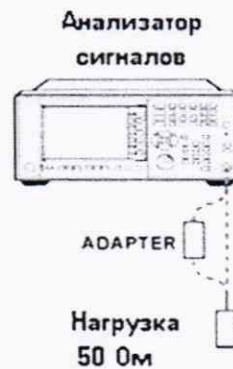

Рисунок 10
7.3.7.1 Мощность собственных шумов определить измерением уровня с усреднением показаний отсчетных устройств анализатора при отсутствии сигнала и подключении на вход анализатора согласованной нагрузки с соответствующим диапазоном рабочих частот (Рисунок 10). На анализаторе установить ослабление 0 дБ. Измерения проводить на ПЧ 1 кГц. Мощность шума вычисляется по формуле: